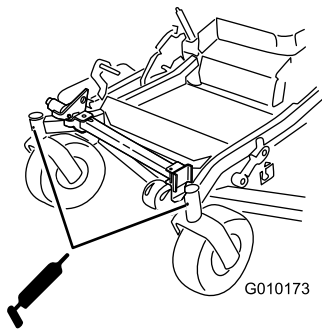

Figure 49
11. Remettez le bouchon hexagonal et le capuchon antipoussière en place (Figure 49).